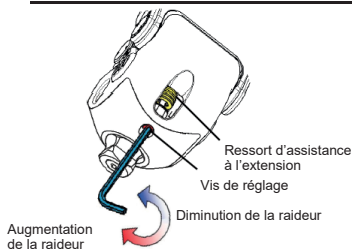

Fig. 10 Comment régler le ressort d'assistance à l'extension
- Réglez la vis de réglage représentée à la figure 10 à l'aide d'une clé hexagonale de 2,5 mm.